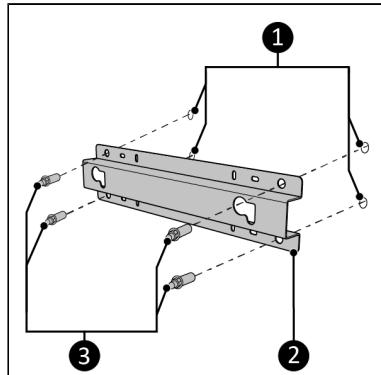

Figure 53.
1. Placez le support mural (Figure 53, pos. 2) contre le mur et marquez les quatre trous (Figure 53, pos. 1). Veillez à placer le support en position verticale (voir l'étiquette « Ce côté vers le haut » sur le support).
4. Fixez fermement le support mural au mur au moyen des quatre écrous (Figure 53, pos. 3).